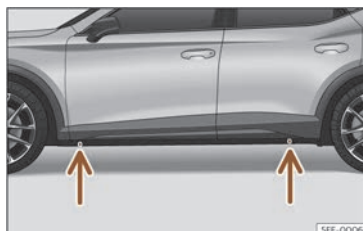

Abb. 243 Aufnahmepunkte für den Wagenheber.
- Suchen Sie am Längsträger die Markierung des Wagenheberaufnahmepunktes (Eindrückung), die dem zu wechselnden Rad am nächsten liegt >>> (Abb. 243).